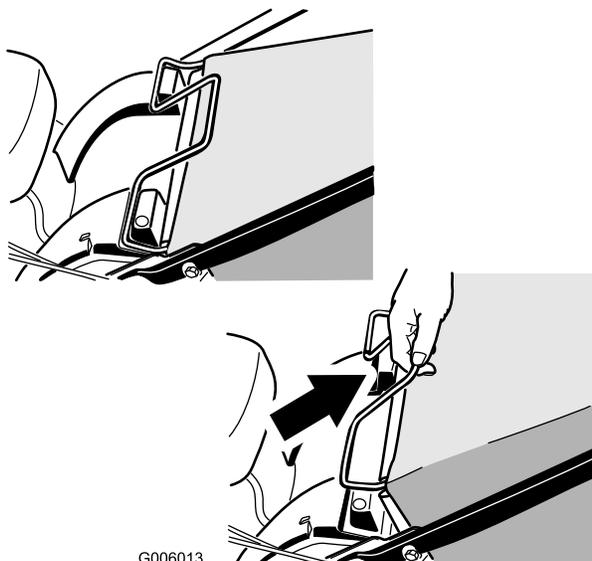

Figura 30
1. Retire el asa de la bolsa de recortes de las ranuras de la parte superior del cortacésped y retire la bolsa del cortacésped (Figura 30).